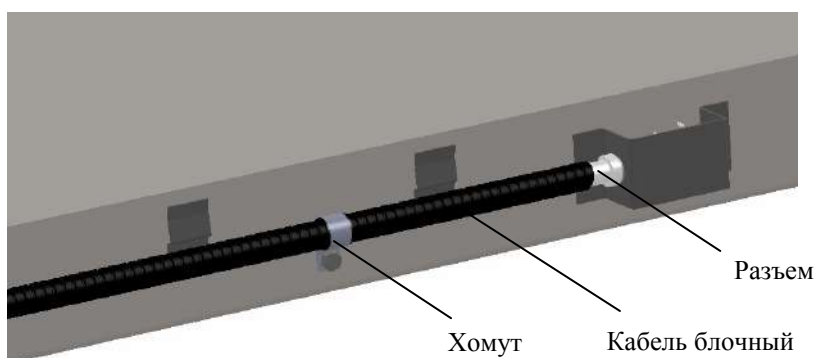

Рис. 5.1 - Подключение кабеля
5.5 Подключить к модулю кабель. Закрепить кабель хомутом, как показано на Рис. 5.1.